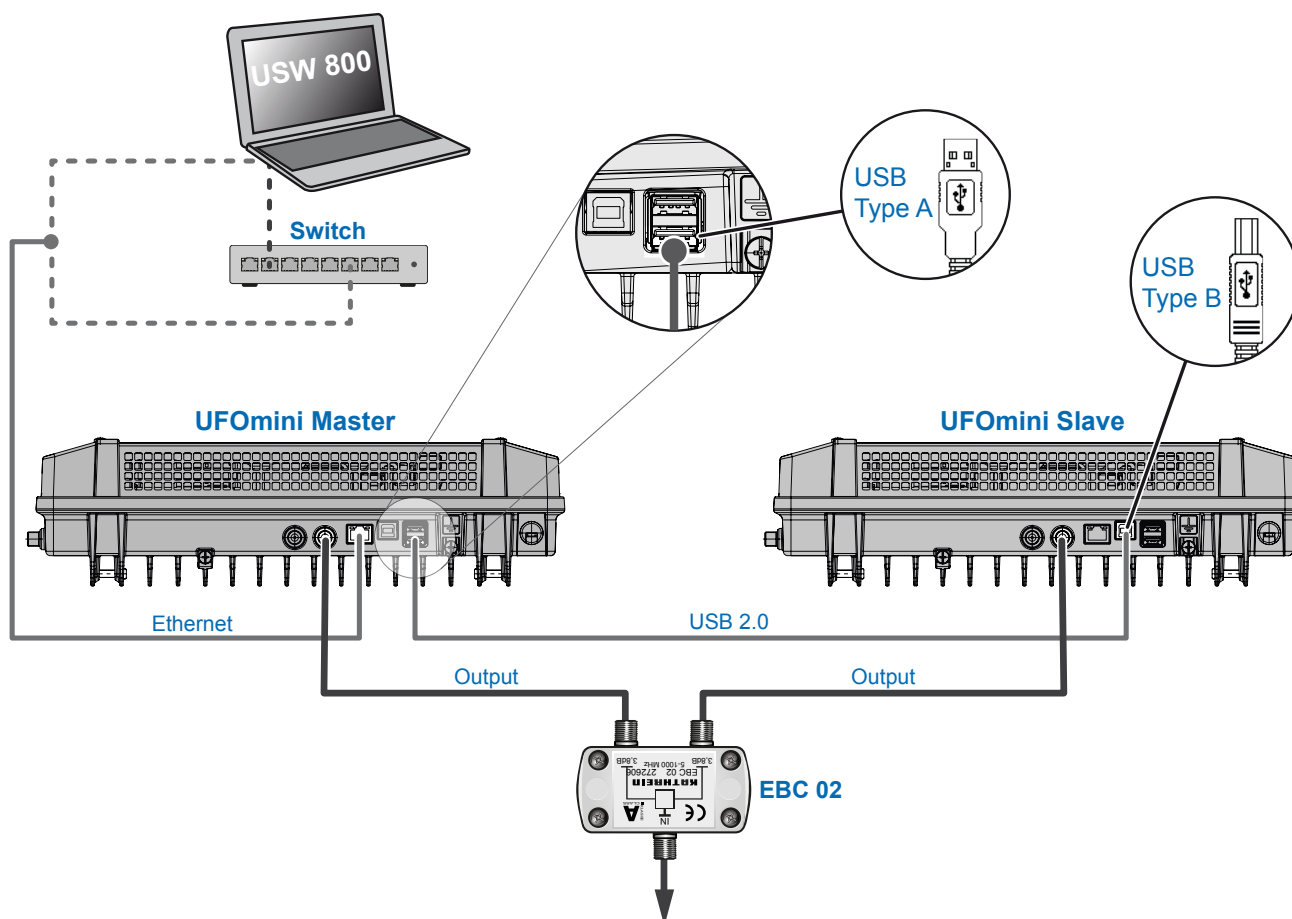

Fig. 4: Cableado
2. Conecte el ordenador con un cable de Ethernet¹⁾ al conector RJ45, mediante un switch o router si fuera necesario; véase Fig. 4, Pág. 5. Ahora la cabeza terminal funciona como *maestro*.
3. En caso de contar con una segunda cabeza terminal: Conecte la segunda cabeza terminal con un cable USB 2.0 a la primera cabeza terminal (Fig. 4). Aquí se aplica: